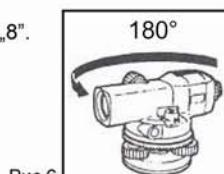

Рис.6
- Поверните прибор на 180°. (Рис.6)